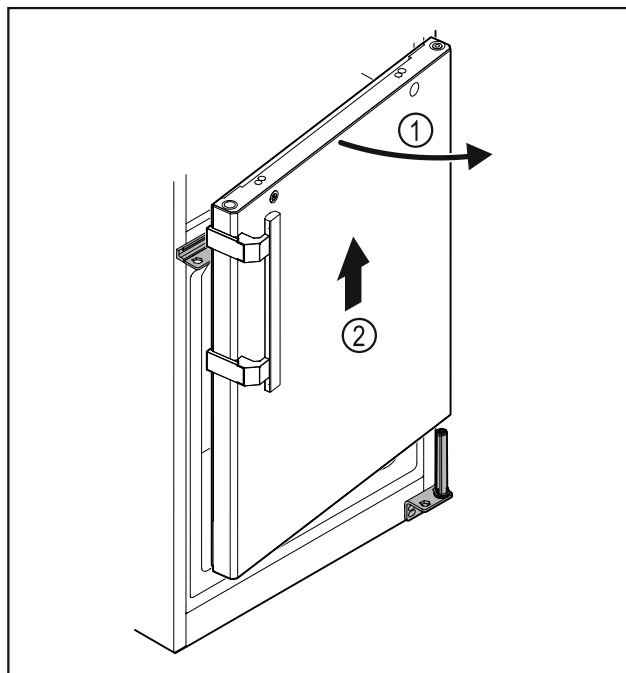

Fig. 28
- ▶ Åbn døren Fig. 28 (1) let, løft den ca. 200 mm lige op, og tag den af Fig. 28 (2).